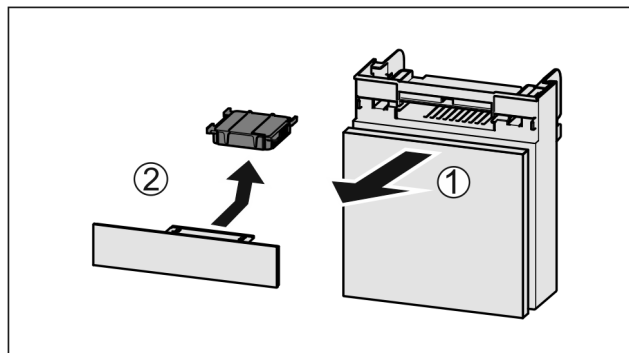

Fig. 134
- Extrageți Fig. 134 (1) compartimentul către înaintea.
- Scoateți Fig. 134 (2) filtrul de cărbune activ.